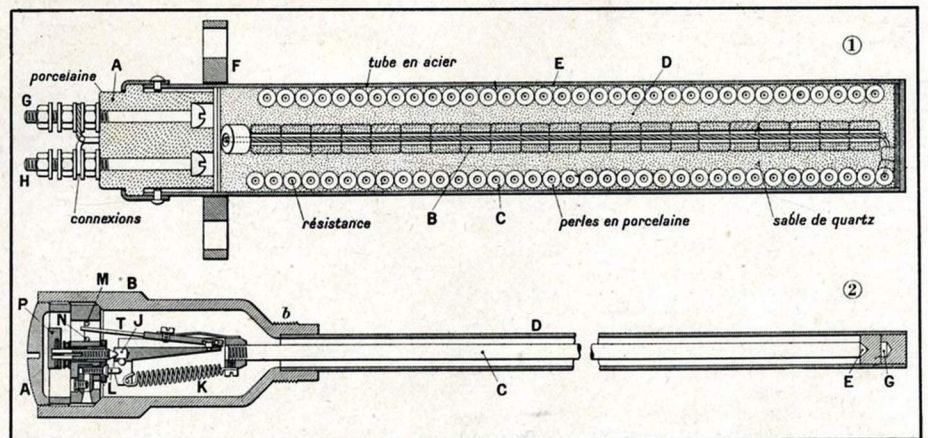
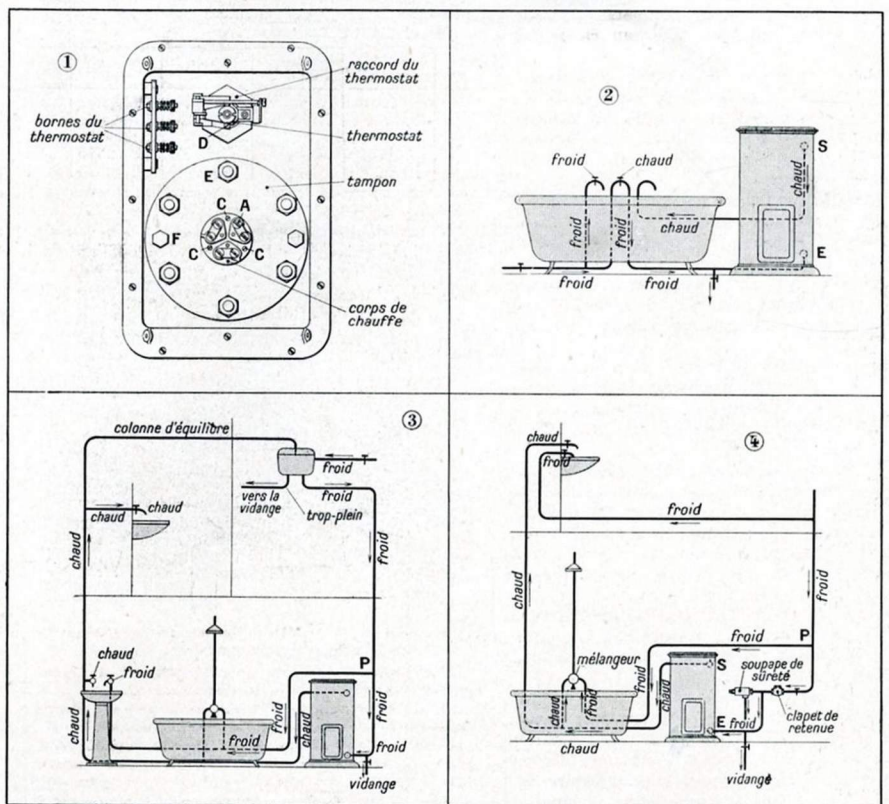

Fig. 2. — Coupes longitudinales dans un corps de chauffe et dans un régulateur à relais.
Fig. 4. — Schémas d'installation d'une distribution pour bains d'eau chauffée par accumulation.
2. Régulateur Ghilmetti *Electro-Cumul*. — A, index par lequel on règle à la main l'appareil pour une température choisie (P de la fig. 2). — B, contact actionné par la dilatation et déterminant tour à tour l'enclenchement et le déclenchement (voir T, dans la fig. 2). — b, orifices par lesquels sont introduits les fils allant à l'horloge (serrés sur place par les vis f). — (Les chiffres 8, 9, 7 servent au montage des fils.) — C, tête du régulateur vue par-dessous (dont on a enlevé le bouchon de fermeture) — g, repère d'étalonnage.
Les régulateurs à relais, au contraire, dits « automatiques », empruntent l'énergie nécessaire à la commutation du courant à une source extérieure d'électricité, en général au réseau d'alimentation lui-même ; ils possèdent une sensibilité beaucoup plus grande. Les pièces qu'ils ont à mettre en mouvement sont d'ailleurs beaucoup plus faibles de taille et surtout de masse. L'équipage mobile que représente la figure 2 ne pèse que 8 grammes, alors que celui d'un régulateur à mercure en pèse 55 à 60. Un régulateur à relais (fig. 4) réagit pour des différences de température de 5° environ. On peut même, pour certains cas spéciaux, et si l'on n'est pas limité par les dimensions d'encombrement, augmenter la sensibilité d'un tel appareil au point de le faire réagir sur des différences de température de 1 degré.